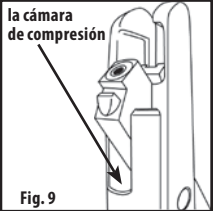

Fig. 9
4. Su rifle de aire mantendrá un funcionamiento adecuado durante más tiempo si lo aceita cada 250 tiros. Aplique una gota de Aceite de Silicona de Crosman en la cámara de compresión (Fig. 9) (modelo rmoil- disponible en crosman.com).